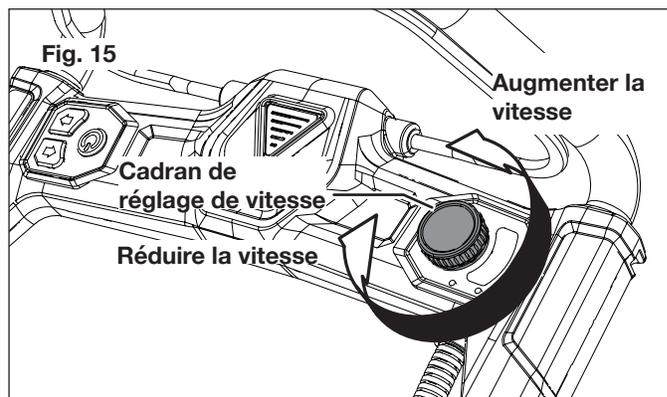

Fig. 15
1. Pour augmenter la vitesse de la tarière, tournez le cadran de réglage de vitesse dans le sens antihoraire, le levier-interrupteur marche-arrêt étant pressé (Fig. 15).
2. Pour réduire la vitesse de la tarière, tournez le cadran de réglage de vitesse dans le sens horaire, le levier-interrupteur marche-arrêt étant pressé (Fig. 15).